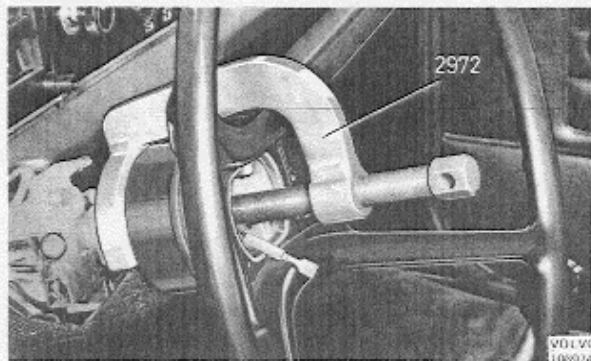

Abb. 68 Ausbau des Lenkrades, bis einschl. Bauj. 1972
4. Vorderräder gerade stellen. Lenkradabzieher 2972 gem. Abb. 68 anbringen und das Lenkrad abziehen.
4. Vorderräder gerade stellen. Lenkradabzieher 2972 gem. Abb. 68 ansetzen und das Lenkrad damit abziehen.